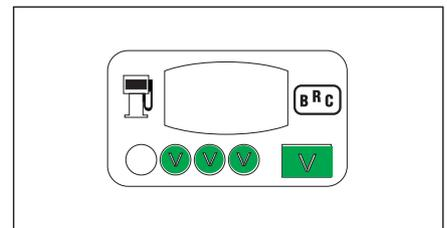

Fig. 39
- Il secondo, terzo e il quarto LED VERDE della codifica ed il LED BICOLORE rimangono accesi fissi (fig. 39) e le tre BARRE-LED del Diagnostic Box si spengono completamente.